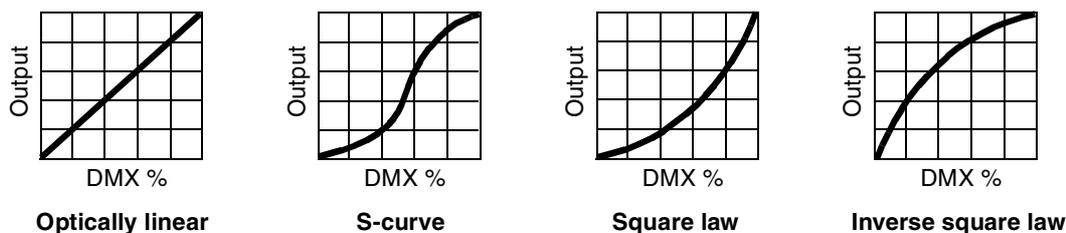

Figura 10: Opciones de curva de dimmer
- **DIMMING CURVE** ofrece cuatro diferentes opciones de dimmer (ver Figura 10):